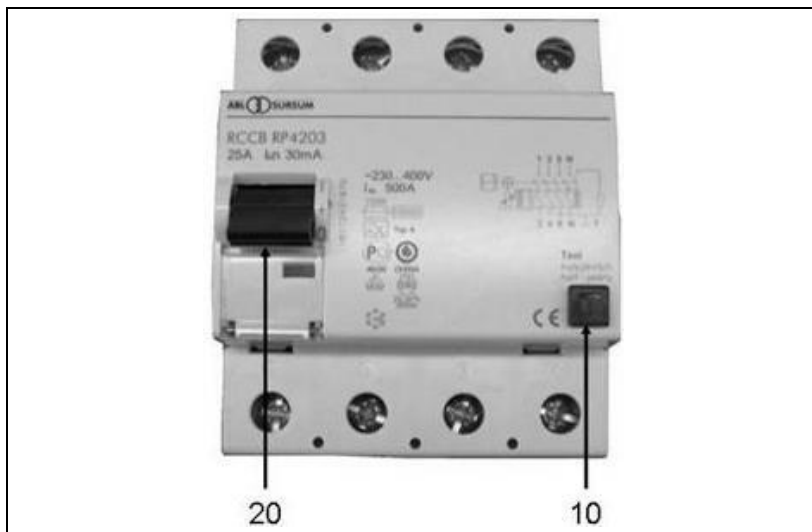

Fig. 5-1: Interruttore automatico per corrente di guasto
2. Inoltre, durante il lavoro quotidiano l'operatore deve sempre controllare la funzionalità meccanica del (vedi Fig. 5-1-(10)) dispositivo di protezione automatico (RCD) azionandone il relativo tasto di controllo.
2. Portare l'interruttore automatico (vedi Fig. 5-1-(20)) in pos-1.
3. Azionare l'interruttore di test (vedi Fig. 5-1-(10)).
- ✓ La posizione dell'interruttore (vedi Fig. 5-1-(20)) mostra il risultato: